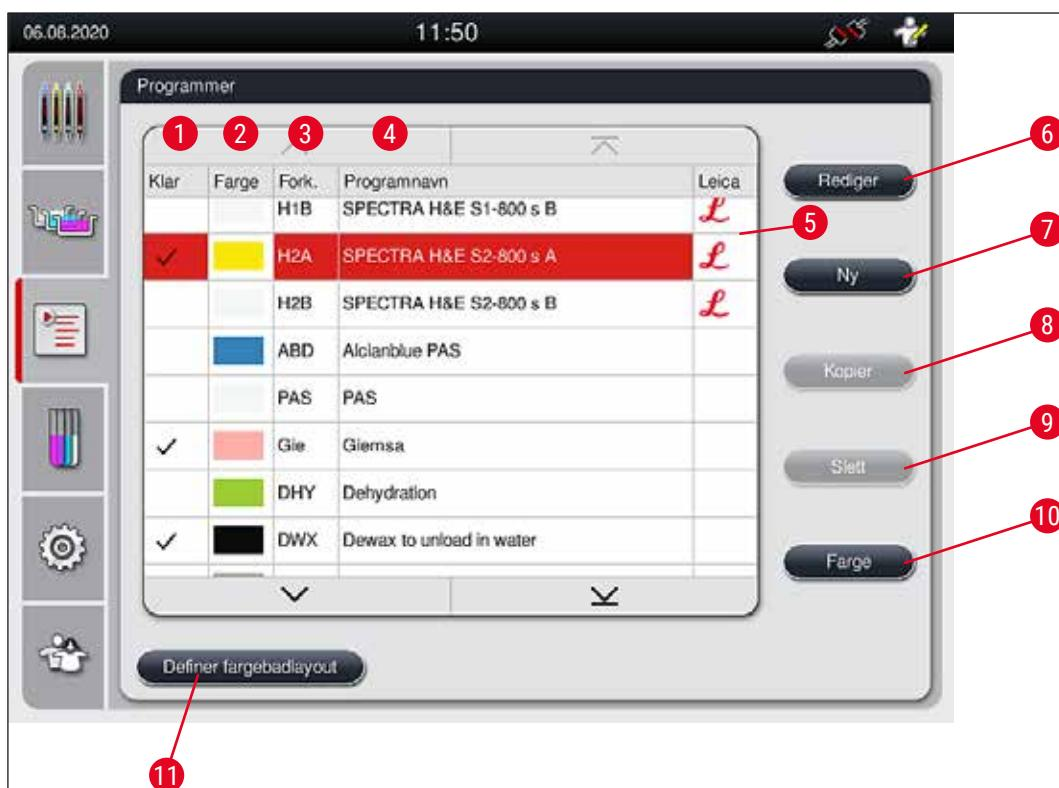

Fig. 41
- Du tilordner en stativhåndtaksfarge til et program ved å trykke på det aktuelle programmet i programlisten (→ "Fig. 41") for å velge det.
Noen Leica fargingsprogrammer kan brukes parallelt med forskjellige innstillinger (fargeintensitet, ovnstrinn) (→ S. 69 – 5.9.3 Tilpassing av Leica H&E fageprogram). Disse programmene er dobbelt forhåndsinstallert i programlisten (→ "Fig. 41"). For å skille mellom disse dobbelt forhåndsinstallerte Leica H&E fargingsprogrammene vises forkortelsene S1A og S1B eller S2A og S2B i programlisten. Disse programmene inneholder nøyaktig de samme programtrinnene. Dersom to identiske programmer integreres i fargebadlayouten, må man også skanne og fylle to identiske Leica fargingssett.